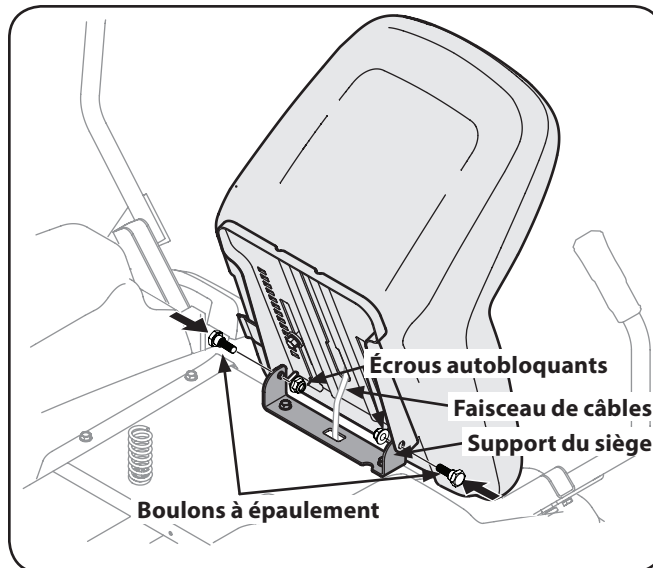

Figure 3-3
3. Faites basculer le siège en position de conduite et fixez-le avec les boulons et les écrous retirés à l'étape précédente. Prenez garde de ne pas coincer ou endommager le faisceau de câbles pendant que vous installez le siège. Voir Figure 3-3.